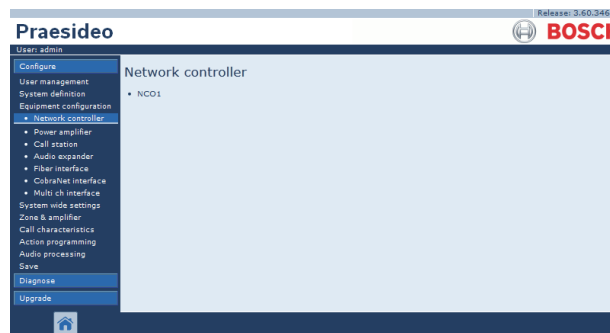

figura 44.2: Configurar um controlador de rede, passo 1
- 1 Vá para *Configure > Equipment configuration > Network controller*. Aparece um ecrã semelhante ao da figura 44.2 na moldura principal da interface da Web.